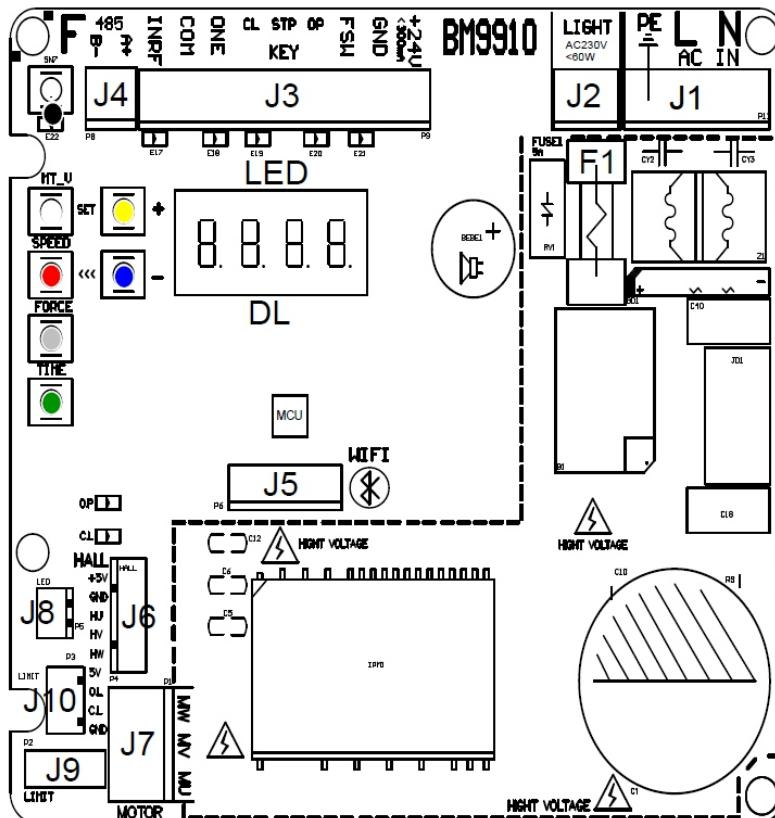

Рисунок 1
2.1 Клемма J1 - Вход питания (Рис.1)
2.2 Клемма J2 -Сигнальная лампа (рис.1)
2.3 Клеммная колодка J3 - слаботочные соединения (рис.1)
2.4 Клемма J4 - Коммуникационный порт RS485 (Рисунок 1)